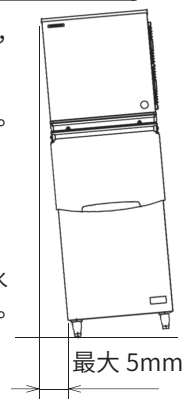

图 2
- * 将本出冰装置 / 储冰箱在左右和前后方向上调水平。如果使用储冰箱，请将储冰箱的支脚调水平。见图 2。